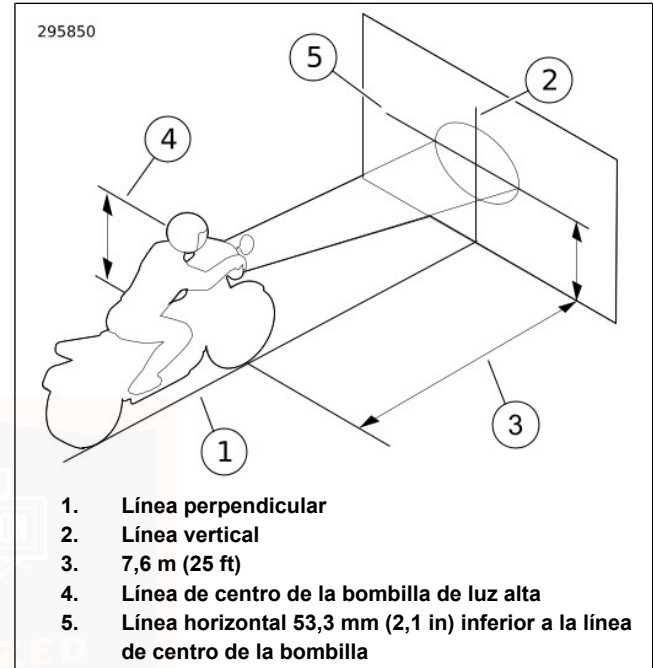

Figura 51. Comprobación de la alineación del faro delantero
- Vea la Figura 51. Estacione la motocicleta en una línea (1) perpendicular a la pared.
- Dibuje una línea vertical (2) en la pared.
- Mida la distancia desde el piso hasta el centro de la bombilla de la luz alta (4).